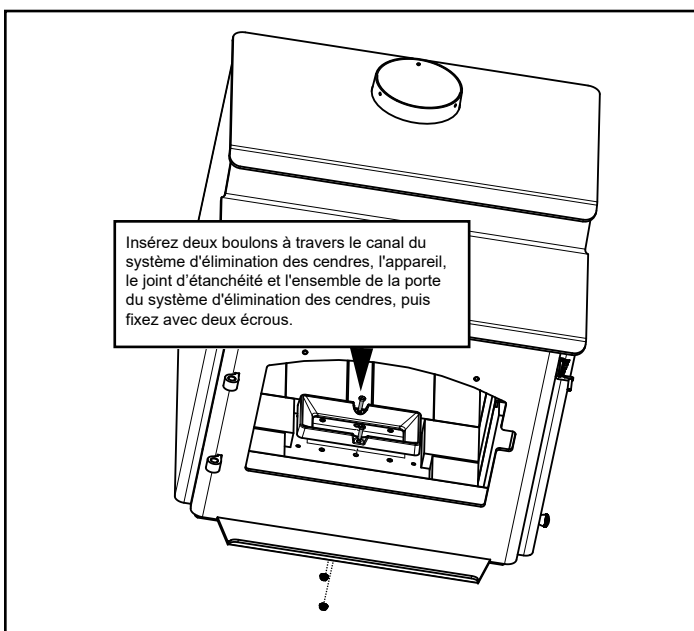

Figure 19.3
11. À l'aide de deux boulon et deux écrous à embase, fixez la rainure de l'ARS avec la clé ouverte 3/8 et la clé à douille 7/16 (**Figure 19.3 à la page 19**).
11. À l'aide de 2 boulon et 2 écrous à embase, fixez la rainure de l'ARS avec la clé ouverte 3/8 et la clé à douille 7/16 (Figure 19.3 à la page 19).